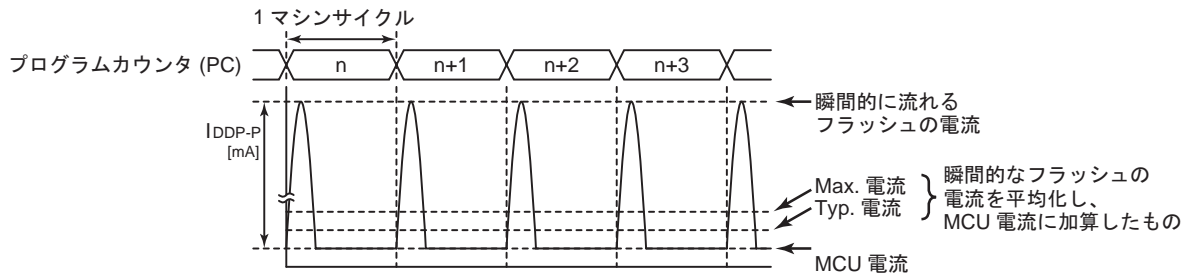

図 25-4 フラッシュメモリの間欠動作
- 注 6) フラッシュメモリでプログラムが動作しているとき、またはフラッシュメモリからデータをリードしているとき、フラッシュメモリは間欠動作を行いますので、瞬間的に図 25-4 のようなピーク電流が流れます。よってこの場合の電源電流 IDD (NORMAL1/2、SLOW1 モード時)は、ピーク電流を平均化した電流値と MCU 電流の和となります。